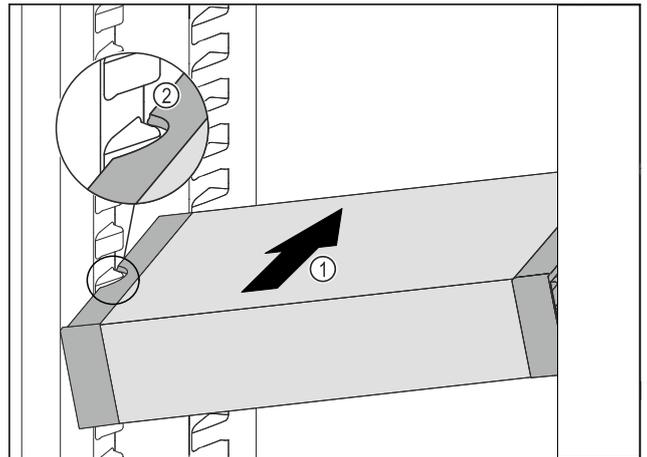

Fig. 52
- ▶ Вставити VarioSafe під кутом в охолоджувальне відділення Fig. 52 (1), доки бокові поглиблення Fig. 52 (2) VarioSafe не будуть на рівні ребра для резервуара в охолоджувальному відділенні.